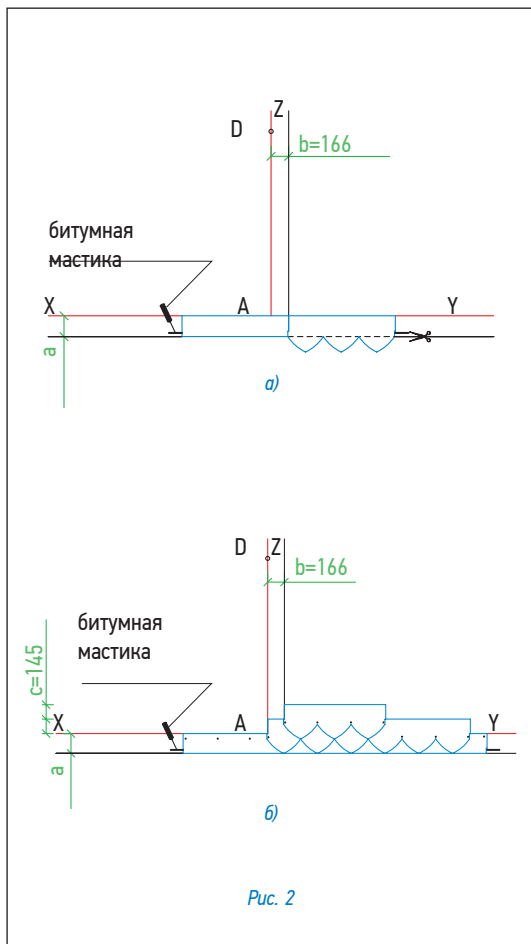

Рис. 2
### Укладка материала (рис. 2)
- Начальный ряд формируется из специальной коньково-карнизной черепицы, либо из листов черепицы обрезанных по линии образованной конечными точками вырезов. Элементы начального ряда укладываются по линии карниза в обе стороны от линии Z (рис. 2а) и фиксируются по нижнему краю битумной мастикой, а по верхней кромке 4 гвоздями (ось гвоздей на 5 см ниже верхнего края полосы);
- далее первый ряд черепицы укладывается от линии AD (рис. 2б);
- второй ряд укладывается от линии Z (со смещением 16,6 см от AD) (рис. 2б);
Каждый лист гибкой черепицы крепится 4 гвоздями в штатных местах таким образом, чтобы гвоздь прошивал и верхний край низлежащего листа черепицы (рис. 2б).